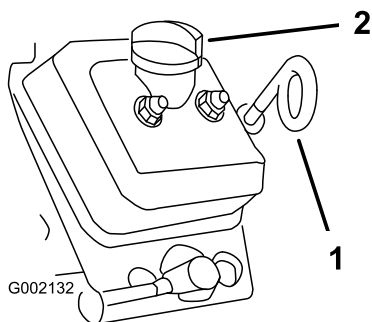

Figure 20
- Avec un chiffon, nettoyez la surface autour de la jauge d'huile et du bouchon de remplissage (Figure 20) pour éviter de faire tomber des impuretés dans le tube de la jauge ou le goulot de remplissage et d'endommager le moteur.
- Retirez la jauge d'huile et essayez soigneusement l'extrémité (Figure 20).
- Enfoncez la jauge au fond du tube (Figure 20).
- Remettez le bouchon de remplissage ; voir Figure 20.
- Réinsérez la jauge d'huile au fond du tube de remplissage (Figure 20).